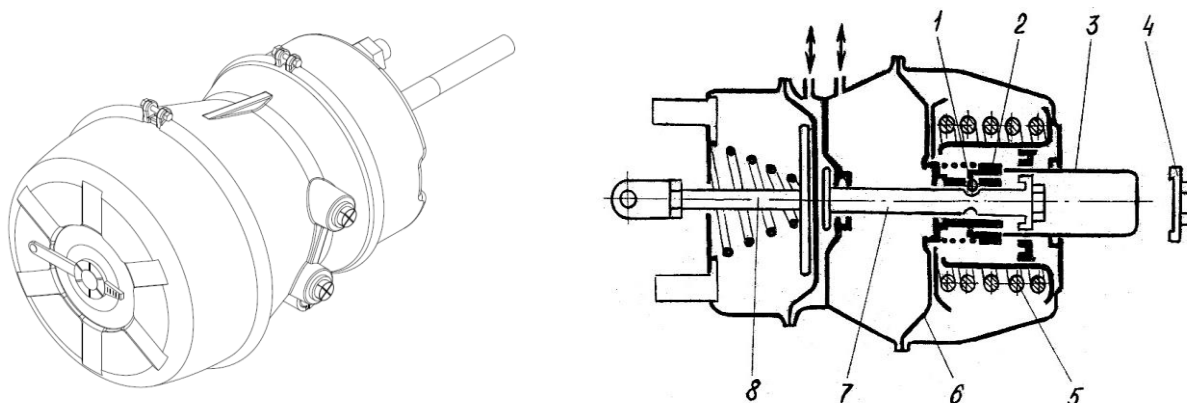

Рис. 2.16 – Тормозная камера с энергоаккумулятором
Тормозная камера с пружинным энергоаккумулятором (рис. 2.16) предназначена для приведения в действие тормозных механизмов второй и третьей осей (для типа 914210) или второй, третьей и четвертой осей (для типа 914211) при включении рабочего и стояночного тормозов. Состоит из двух основных частей - силовой части (тормозной камеры) и пружинного энергоаккумулятора. Силовая часть работает независимо от пружинного энергоаккумулятора.
Пружинный энергоаккумулятор состоит из шарика (1), втулки (2), ключа для растормаживания (3), колпачка (4), пружины энергоаккумулятора (5), диафрагмы (6), штока энергоаккумулятора (7), штока силовой части (8) (см. рис. 2.16).
На рис. 2.16 изображена тормозная камера в положении готовности к движению: кран стояночного тормоза включен, энергоаккумулятор под давлением сжатого воздуха, пружина энергоаккумулятора (5) сжата, шток (7) и силовая часть камеры в исходном положении.